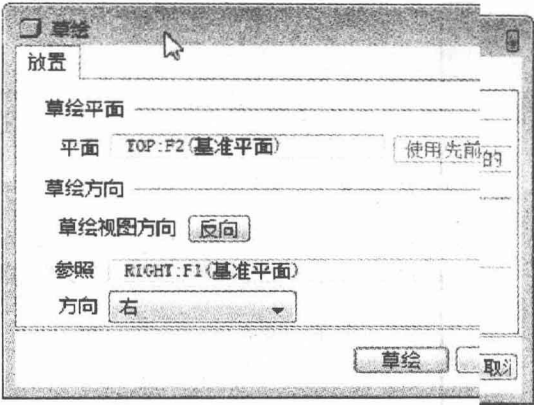

图 1-7 草绘平面与方向选择对话框
- ③选择 TOP 基准面为草绘平面,参照面及方向为缺省值(此处为 RIGHT 基准面),如图 1-7 所示。